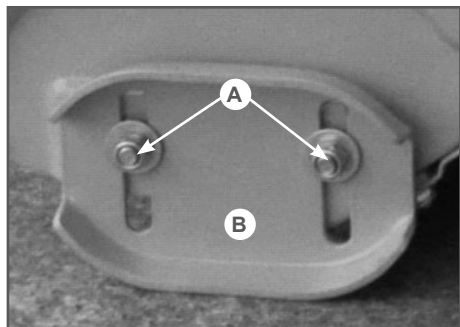

Рис. 27
2. Ослабьте гайки крепления ползочка (А), Рис. 27) и установите ползочок (В) на необходимую высоту. Снова затяните гайки.